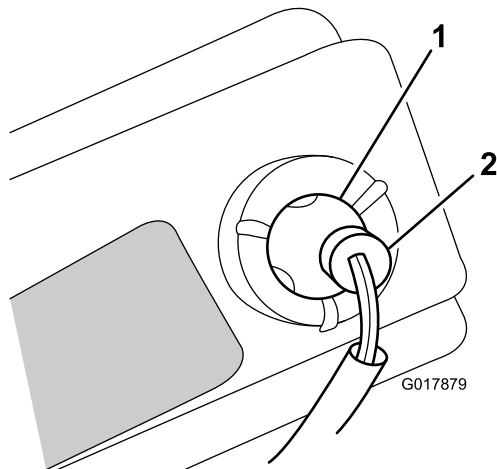

Figura 31
6. Retire la base de la lámpara (Figura 31).